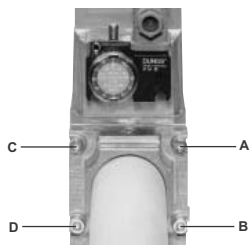
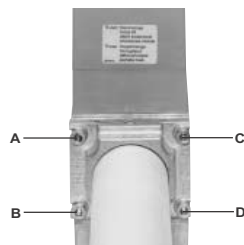

Fig. 10
Fig. 11
1. Allentare le viti A e B **non** svitare (Fig. 10 e Fig. 11).
2. Svitare le viti C e D (Fig. 10 e Fig. 11).